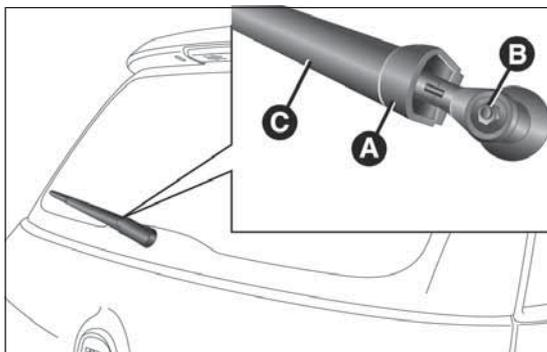

fig. 222
- levantar la tapa A fig. 222, aflojar la tuerca B y retirar el brazo C;